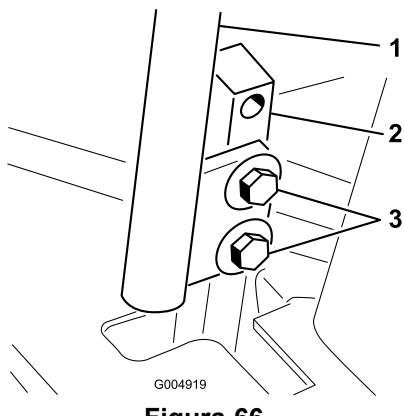

Figura 66
- Solte os parafusos que prendem as alavancas de controlo (Figura 66)